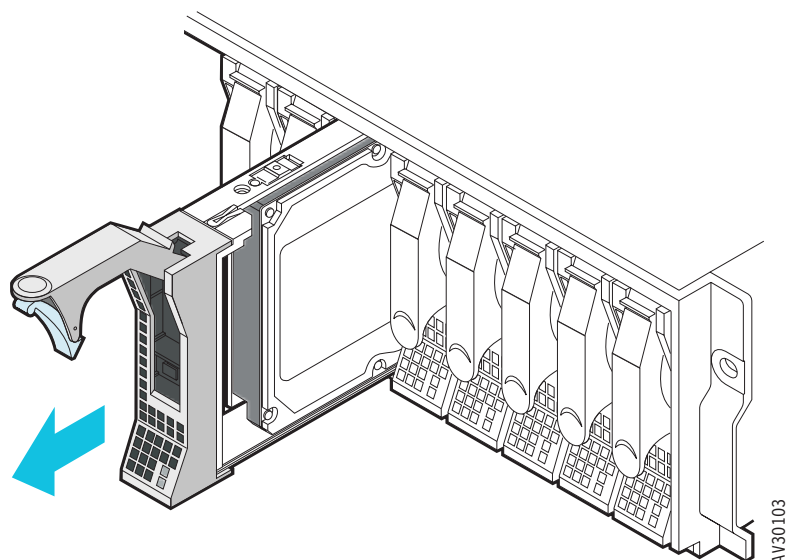

図 13. HDD モジュールの取り外し
3. 26 ページの図 13 のようにハンドルをつかみ、HDD モジュールを慎重に引き出します。モジュールが出てきたら、空いている手をモジュールの底に当て、モジュールが落ちないようにして下さい。完全に引き出しきるまでまっすぐ引くようにして下さい。